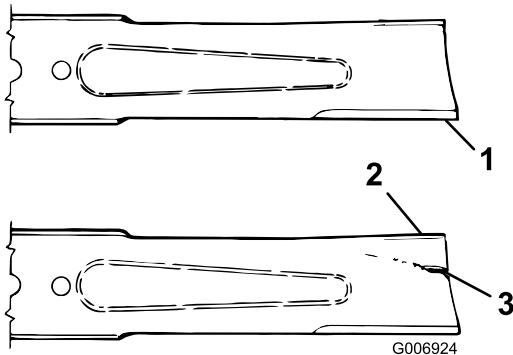

Figura 32
1. Inspeccione los filos de corte (Figura 32). Si los bordes no están afilados o tienen mellas, retire la cuchilla y afílela; consulte Cómo afilar la cuchilla.
2. Inspeccione la cuchilla, especialmente la parte curva (Figura 32). Si observa cualquier daño o desgaste en esta zona, instale inmediatamente una cuchilla nueva.